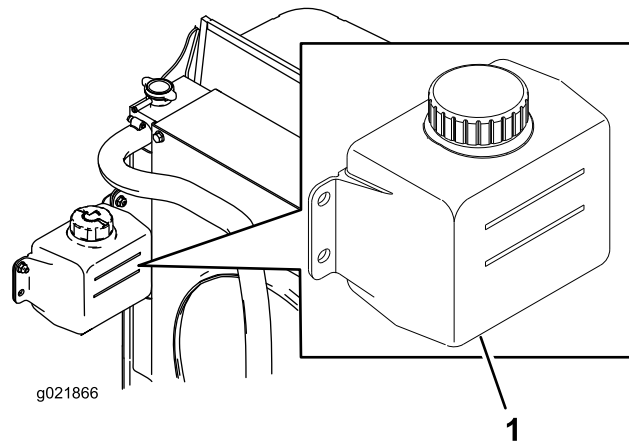

Bild 81
1. Prüfen Sie den Kühlmittelstand im Ausdehnungsgefäß (Bild 81).